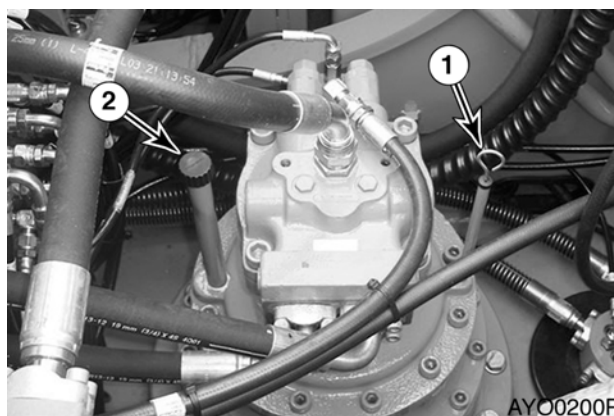

Рис. 68
4. Снять сапун/заливную заглушку (2, рис. 68) и добавить масло до отметки "Н" на щупе (1, рис. 68).